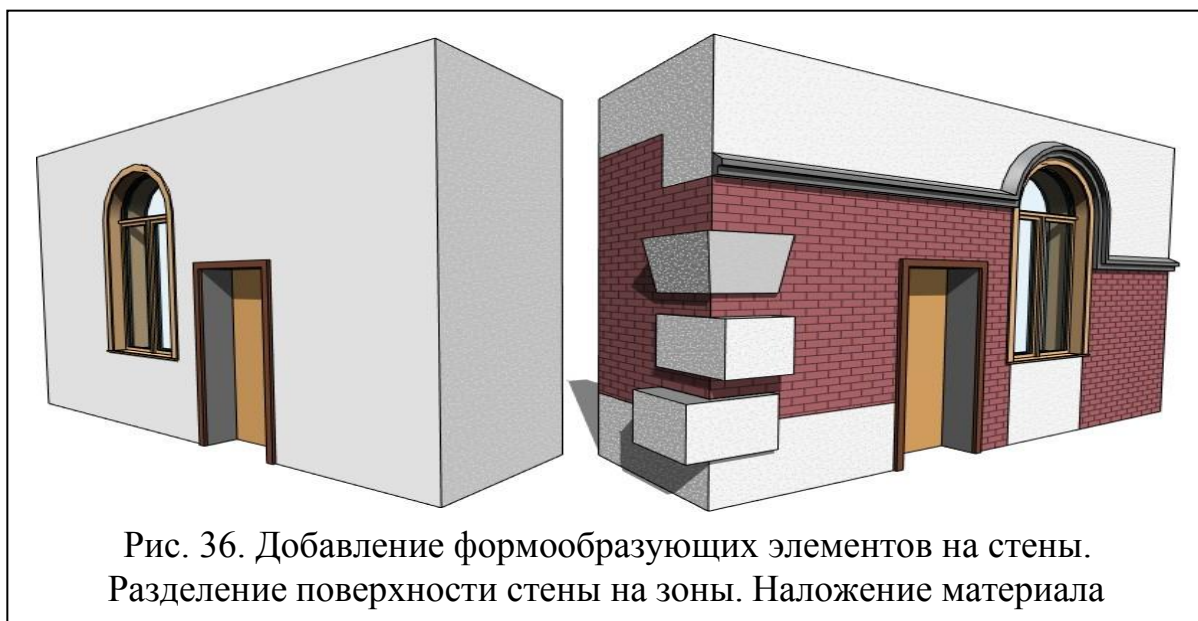

Рис. 36. Добавление формообразующих элементов на стены. Разделение поверхности стены на зоны. Наложение материала
- Команда  «Разделение грани» (вкладка «Изменить», панель «Геометрия»). Позволяет разделить поверхность объекта (например, поверхность стены, перекрытия, ската...) на отдельные участки для наложения разных материалов визуализации (рис. 36).